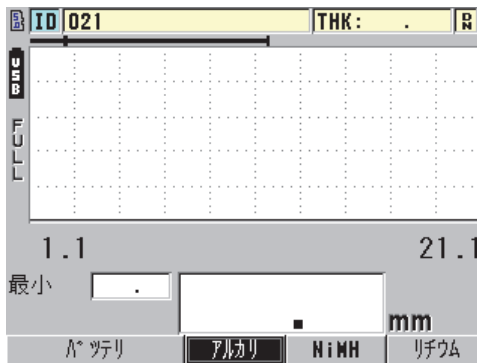

図 2-4 バッテリータイプの選択
12. 画面最下部に表示されている質問（31ページの図2-4を参照）に答えるには、次のようにします。